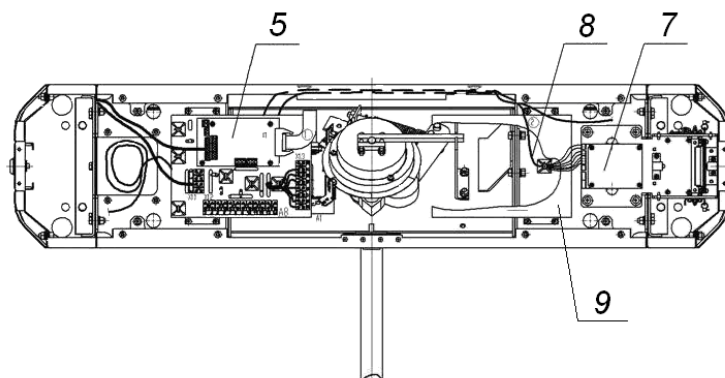
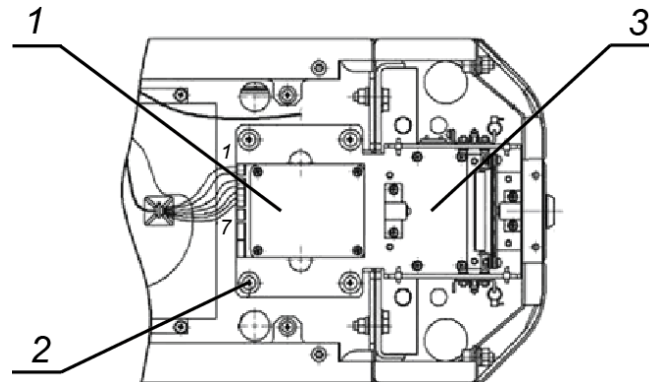

Рисунок 14. Схема прокладки кабелей в стойке турникета
Рисунок 15. Механизм картоприемника
- 2 Подготовьте в полу отверстия под гильзы анкеров для крепления стойки турникета согласно схеме, приведенной на рис. 13. При необходимости прокладки кабелей под поверхностью пола подготовьте в полу кабельный канал, подходящий к зоне ввода этих кабелей в стойку турникета. Установку и крепление стойки производите после прокладки всех кабелей в кабельном канале и внутри стойки. Прокладка кабелей внутри стойки показана на рис. 14.
Для переустановки механизма картоприемника (3, рис. 15) на противоположную сторону, т.е. на сторону считывателя №1 (см. рис. 14), необходимо выполнить следующие действия (номера позиций даны в соответствии с рис. 2.):
- 1 Снимите крышку (3) в порядке, указанном в разд. 6.
- 2 Извлеките контейнер картоприемника (12), открыв замок (13) (см. п. 9.4).
- 3 Извлеките заглушку (10) с противоположной стороны, открыв замок (11).
- 4 Демонтируйте торцевые крышки (8); каждая крышка крепится двумя винтами М4×16 и двумя шурупами Ø4,2×19 снизу со стороны контейнера (12) или заглушки (10); кабели считывателей, находящихся внутри торцевых крышек, не отсоединяйте.
- 7 Отсоедините кабель картоприемника (8, рис. 14) со стороны платы картоприемника.
- 8 Демонтируйте механизм картоприемника (поз.3, рис. 15, – крепится четырьмя винтами М5×20, поз. 2, рис. 15) и установите его на противоположную сторону турникета, закрепив на аналогичное место этими же винтами.
- 9 Переложите кабель картоприемника (8, рис. 14) на сторону считывателя №1. Для фиксации кабеля используйте самоклеящиеся площадки и неоткрывающиеся стяжки входящие в комплект поставки.
Конструкцией турникета предусмотрена возможность установки платы контроллера СКУД внутрь корпуса турникета. Установка платы осуществляется на кронштейн (поз. 9, см. рис. 14). Максимальный допустимый размер устанавливаемой платы контроллера 160×150×35 мм.